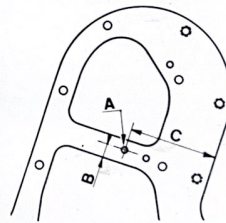

Fig. 1.48. Orificio para engrase que deberá efectuarse en la placa de la tapa de la distribución, caso de llevarlo el bloque del motor tipo 801.
IMPORTANTE.— Comprobar si el bloque y la placa, llevan un orificio de engrase (A) como indica la fig. 1.48. Si el bloque lo lleva y la placa no, hacerlo en ésta, según indica la figura, siendo B = 10 mm, C = 69 mm. y el diámetro 5,5 mm.